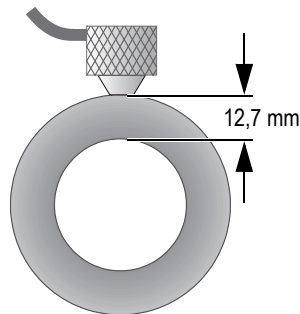

Figura 5-11 Acoplamiento de una sonda dual
2. Ejerza una presión moderada a firme para acoplar la punta de la sonda sobre la superficie del material bajo ensayo. Mantenga la sonda al ras de la superficie de dicho material. Véase la Figura 5-11 en la página 76.